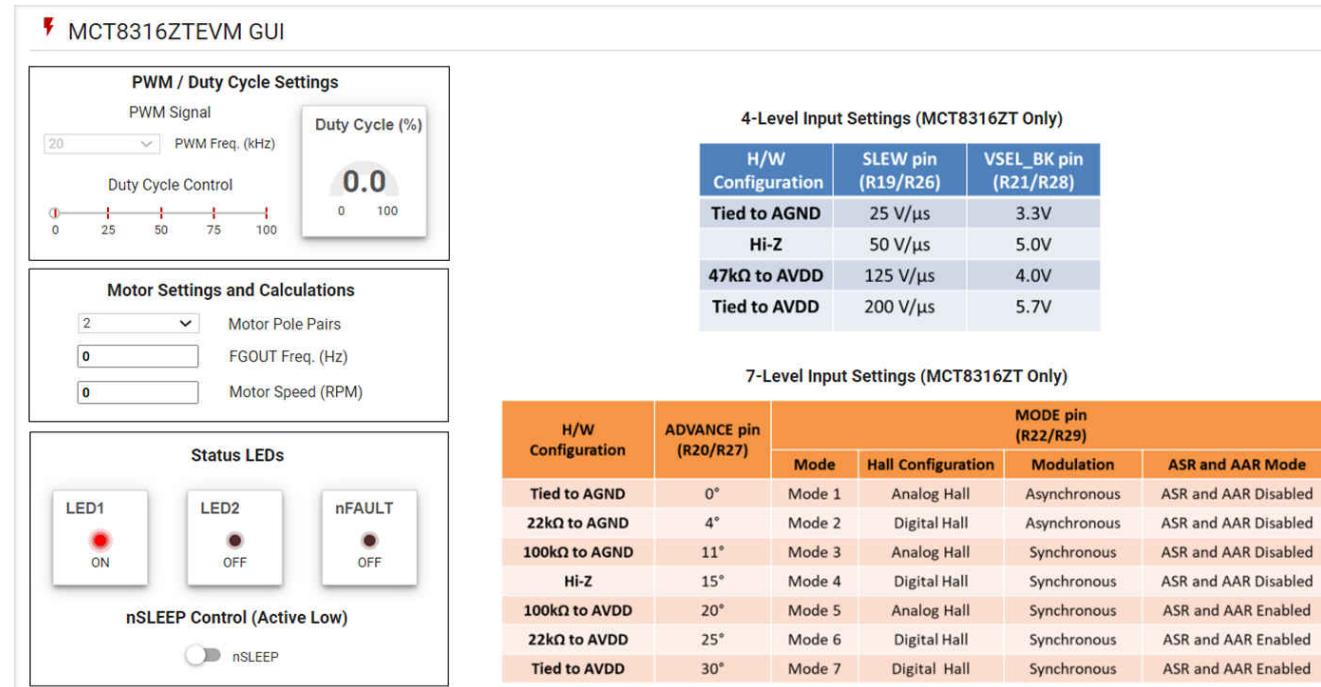

图 6-3. MCT8316ZTEVM GUI
3. 一旦加载项目 , 点击播放按钮 () 以启动 MCT8316ZTEVM GUI , 如图 6-3 所示。